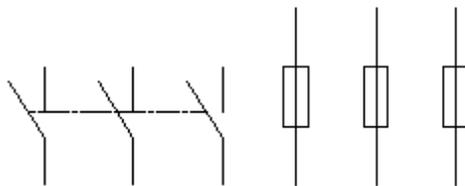

图 11-88 元器件图形符号
(1) 复制图形。选择菜单栏中的“文件”→“打开”命令，将“源文件\第 11 章\电气元件”中的总电源开关图形符号、熔断器图形符号复制到当前绘图环境中，结果如图 11-88 所示。